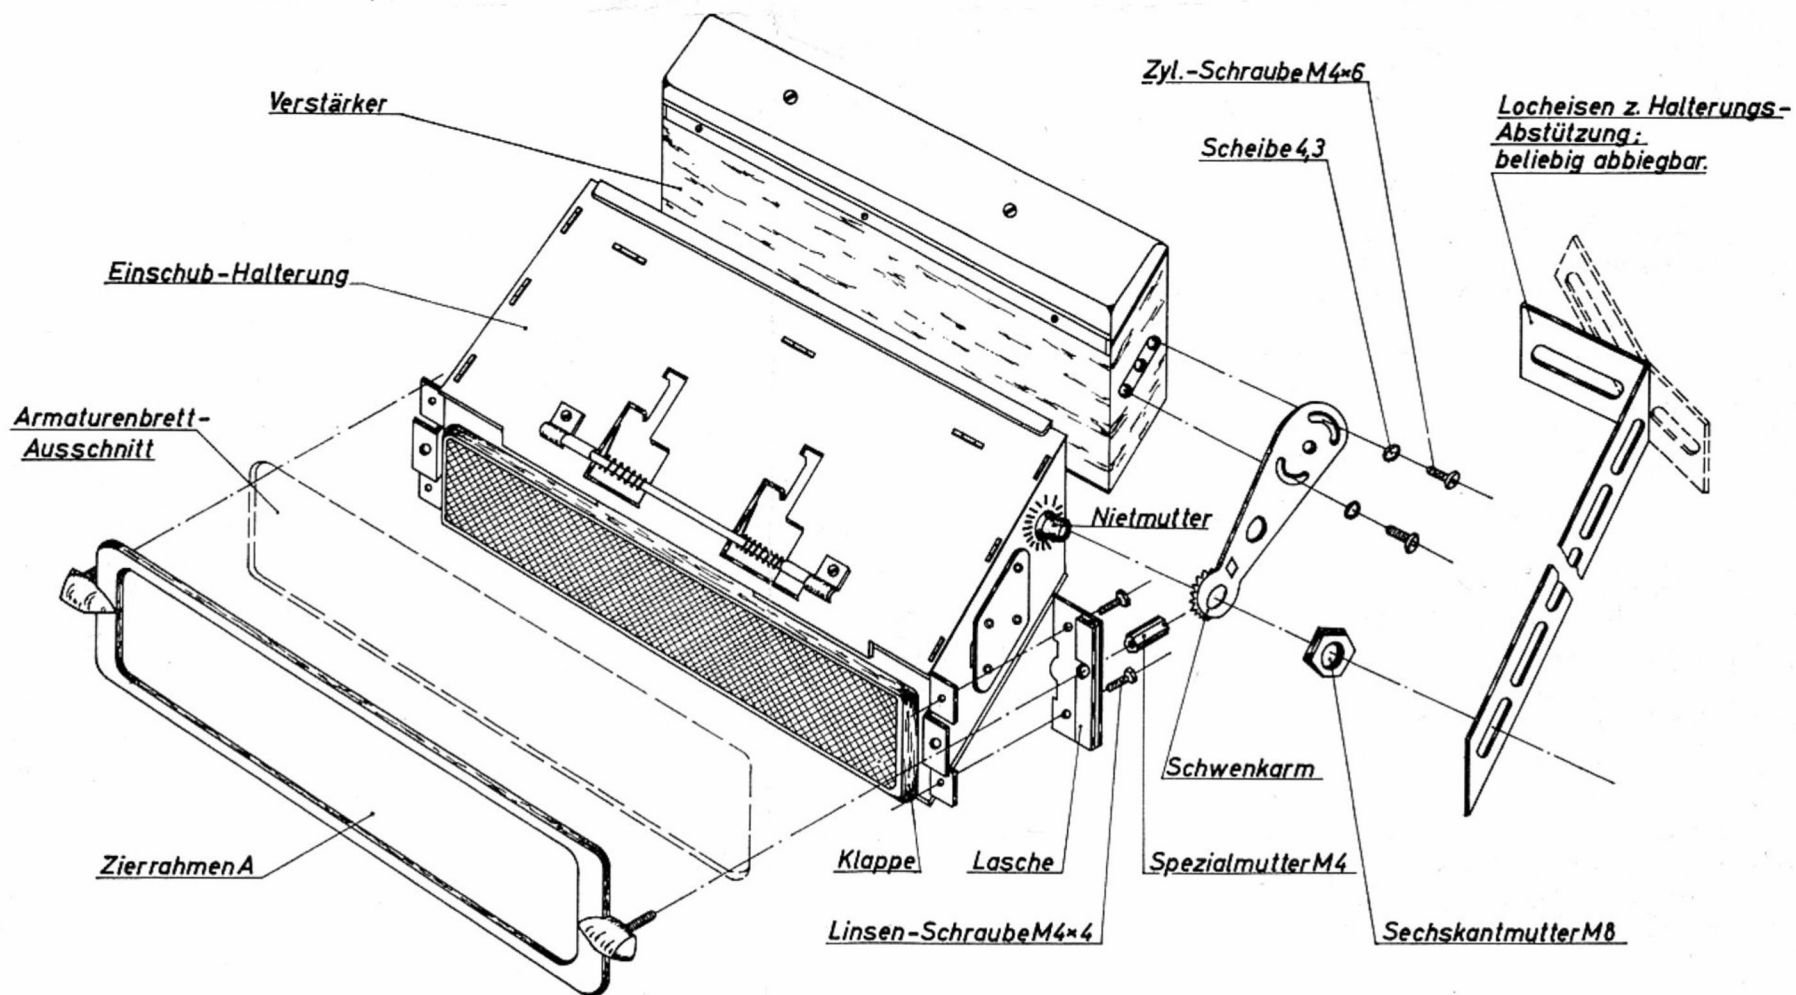

Abb. 3
- f) Vor Befestigung der Halterung im Armaturenbrett, mitgelieferte Laschen rechts und links mit M4-Linsenschrauben an der Halterung anschrauben (siehe Abb. 3).
h) Nun die Halterung hinter das Armaturenbrett führen und zusammen mit dem Zierrahmen mittels zwei M4-Spezialmuttern befestigen (siehe Abb. 3 und 4).